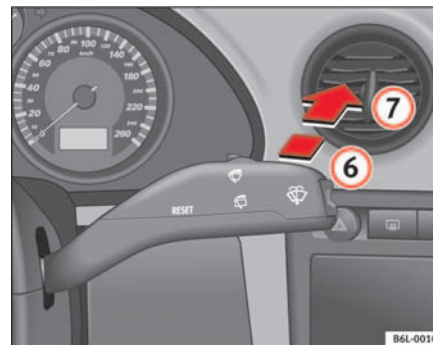

Abb. 66 Scheibenwischer- und Scheibenwischerhebel: Scheibenwischer für die Heckscheibe
- Drücken Sie den Hebel nach vorne in Raste ⑥ ⇒ Abb. 66. Der Wischer arbeitet etwa alle 6 Sekunden. ▶
- Drücken Sie den Hebel ganz nach vorne in die Position **7** ⇒ Seite 103, Abb. 66. Die Waschanlage und der Scheibenwischer arbeiten gleichzeitig. Solange Sie den Hebel in dieser Position halten, arbeitet der Heckwischer und die Waschanlage.